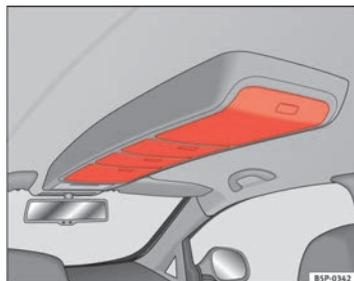

Fig. 105 Portaobjetos en el techo
- Para abrir estos compartimentos, presione sobre el pulsador de la tapa ⇒ fig. 105. La tapa se abre automáticamente.